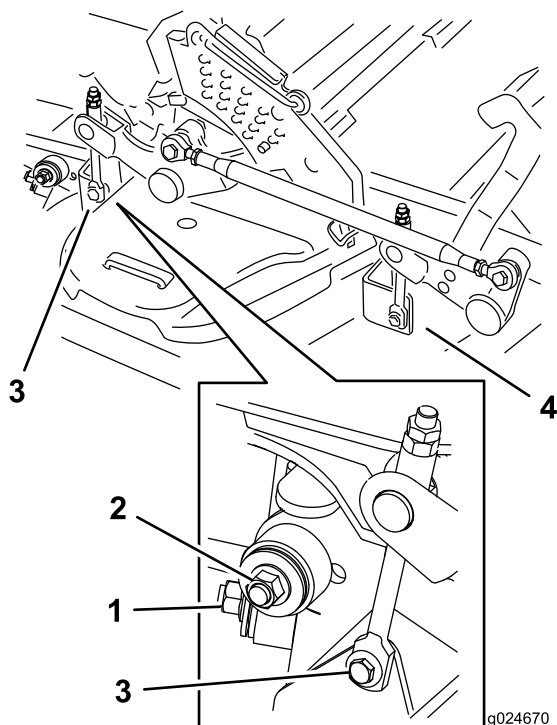

Figura 99
7. Rimuovete e conservate la bulloneria su ambo i lati del piatto di taglio come mostrato in \(Figura 99\).